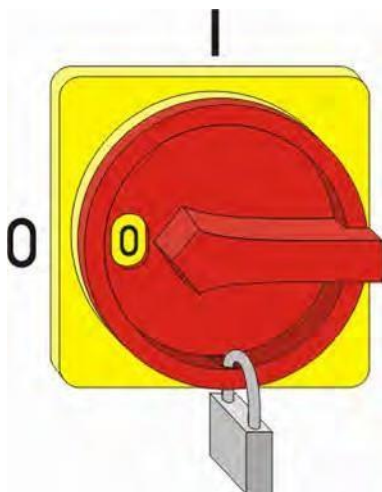

Рис. 5: Предохранение главного выключателя
2. ➔ Предохраните главный выключатель при помощи замка (Рис. 5).